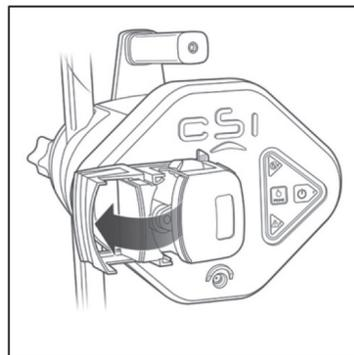

Figure 8. Ouvrir le couvercle de la tête de pompe.
- a. Ouvrir le couvercle de la tête de pompe (figure 8).